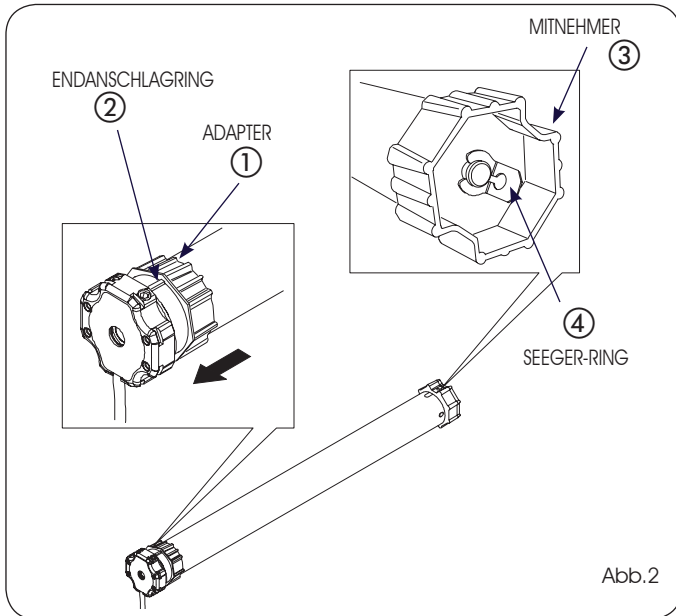

Abb.2
- 1) Den Adapter (Abb.2, Bez.①) über das Motorrohr so weit schieben, bis er vollständig in der im Endanschlagring enthaltenen Führung fest sitzt (Abb.2, Bez.②).
- 2) Den Mitnehmer (Abb.2, Bez.③) auf die Motorwelle stecken und mit dem im Lieferumfang enthaltenen Seeger-Ring sichern. (Abb.2, Bez.④).